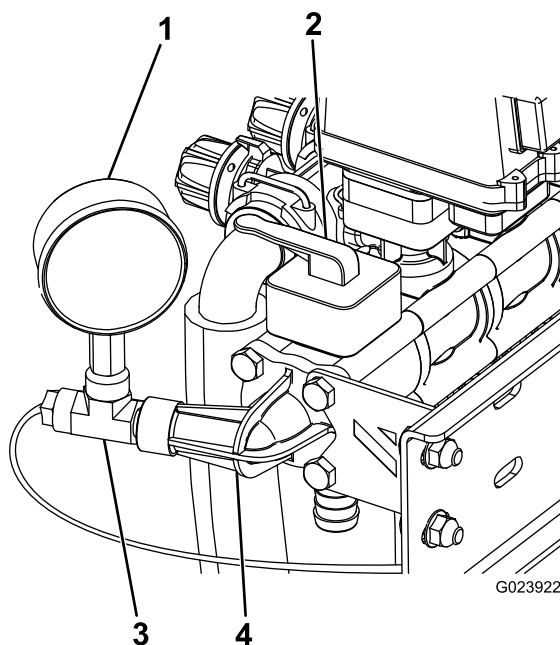

Figure 11
3. Montez le joint torique, le nouveau distributeur et la prise de manomètre déposée précédemment, ainsi que le support de stabilisation au moyen de 4 longs boulons ; voir Figure 11.